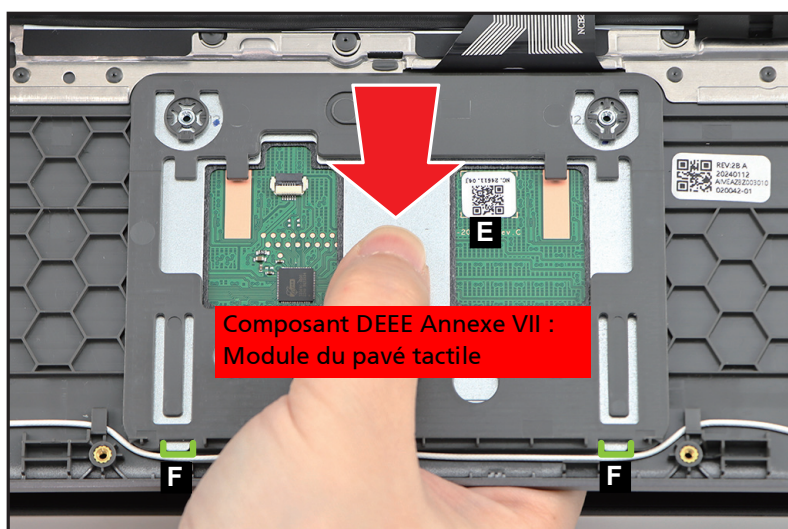

Figure 1-24. Retrait du module du pavé tactile
6. Poussez légèrement le module du pavé tactile (E) pour le dégager de son compartiment. Faites ensuite glisser le module du pavé tactile vers le haut pour le dégager des loquets inférieurs (F) (Figure 1-24). Retirez le module du pavé tactile.